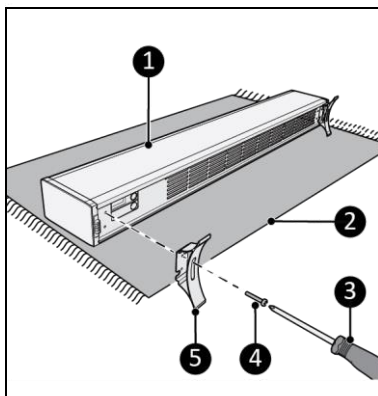

Figura 7
1. Așezați dispozitivul pe o suprafață fixă, netedă (Figura 7, poz. 2).
2. Așezați picioarele de susținere (Figura 7, poz. 8) pe ambele părți ale corpului principal (Figura 7, poz. 1).
3. Înșurubați și strângeți soclurile cu un șurub mic (Figura 7, poz. 4) și cu ajutorul unei șurubelnițe cu cap în cruce (Figura 7, poz. 3).